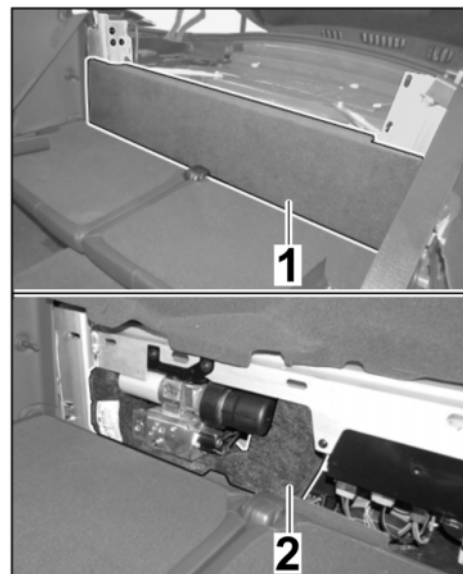

Bild 5
- 1.6.3 Verkleidung Rückwand ⇒ *Bild 5 -1-* und Dämmung ⇒ *Bild 5 -2-* ausbauen.